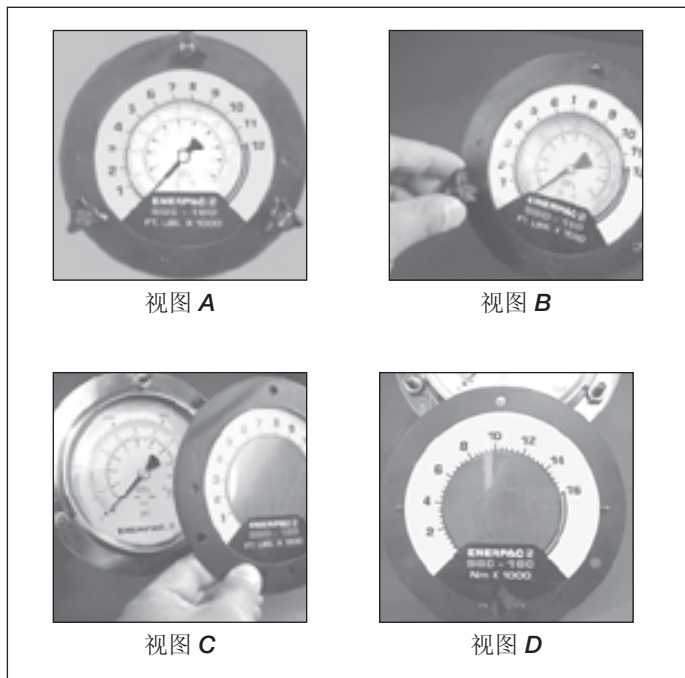

图 8 — 扭矩盖安装
泵上预装有压力计。为了方便操作，我们为每个泵提供了几个扭矩盖。将扭矩盖装到压力计刻度盘面上，就能轻松将压力读数换算为扭矩读数（见图 8 – 视图 A）。扭矩盖一侧为英制单位 (Ft-Lbs)，另一侧为公制单位 (Nm)。要更改度量，滑动扭矩盖即可。
1. 卸下固定压力计前法兰的三个黑色翼形螺母（见图 8 — 视图 B）。
2. 卸下前法兰和扭矩盖（见图 8 — 视图 C）。
3. 将新扭矩盖（记住对照 Enerpac 扭矩扳手检查所用扭矩盖是否正确）插到法兰上，将扭矩盖对准法兰背面的凹陷（见图 8 — 视图 D）。
4. 将扭矩盖贴到法兰背面（见图 8 — 视图 C），然后将法兰插到调节螺母上，根据需要将扭矩盖重新定位，然后将螺母的翼拧紧（见图 8 — 视图 B）。法兰会将扭矩盖压到压力计上，将它固定到位。请参见扭矩扳手说明，了解产生预期扭矩需要的压力值。注：不同的扳手和附件所需最大压力不同。